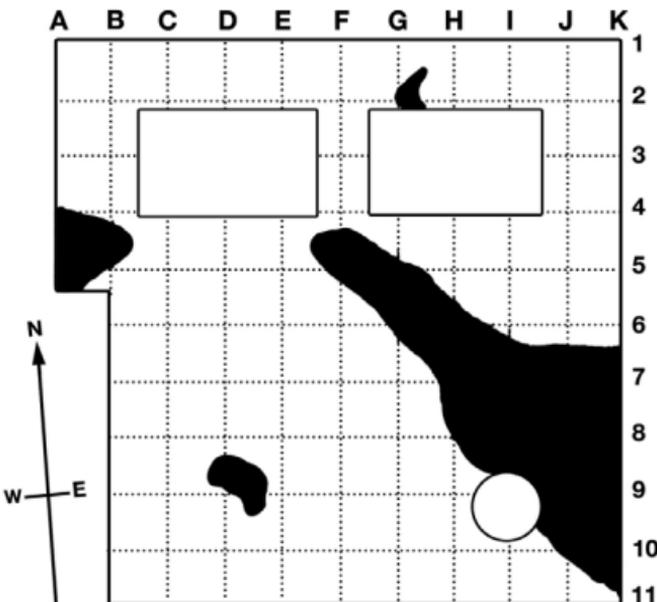

Abb. 5. Skizze des Dachrasters
2. Wählen Sie ein geeignetes Raster aus, z. B. 2 m (6 Fuß). Markieren Sie am Nord/Süd-Rand 1, 2, 3 usw. und am Ost/West-Rand A, B, C usw. Übertragen Sie diese Rastermarkierungen auf Ihre Dachskizze. Siehe Abb. 5.
In Abb. 5 ist die Position A4 der erste Punkt, an dem Feuchtigkeit auftritt. Bei einer Feuchtigkeitsmessung auf einer horizontalen Fläche kann ein Aluminium-Teleskopgriff am RWS angebracht werden, um zu vermeiden, dass man sich beim Messen bücken muss. Mit fortschreitender Untersuchung entsteht ein Feuchtigkeitsprofil, das auf Bereiche hinweist, die besondere Aufmerksamkeit erfordern.